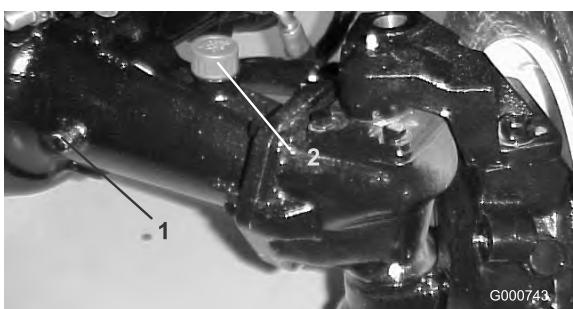

図 56
2. アクスルの一方の端部から点検用プラグ(図 56)を抜き、穴の高さまで潤滑油があることを確認する。量が不足の場合は、給油プラグ(図 56)をはずして補給する。